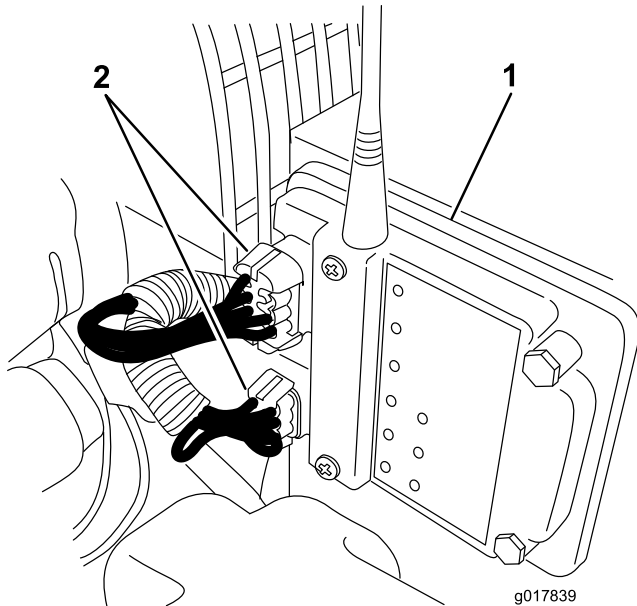

図 1
2. 無線コントロールユニット部でワイヤハーネスのコネクタを外す (図 1)。